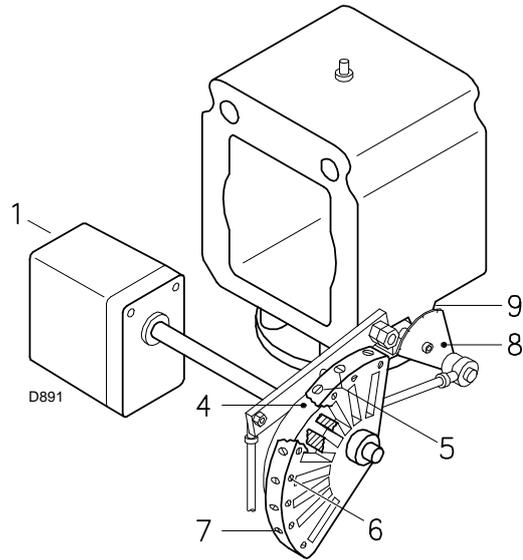

图 31
通过调节螺丝 7) 逐步调整凸轮 4) (图 31) 的外廓线。
图例 (图 31)
通过调节螺丝 5) 逐步调整凸轮 4) (第 26 页图 31) 的起始廓线。
- 按下伺服马达上的释放按钮 (将其向右移动), 脱离伺服马达凸轮 4) (第 26 页图 31);
- 一旦达到最优设定, 用螺丝 6) (第 26 页图 31) 将设定值固定。